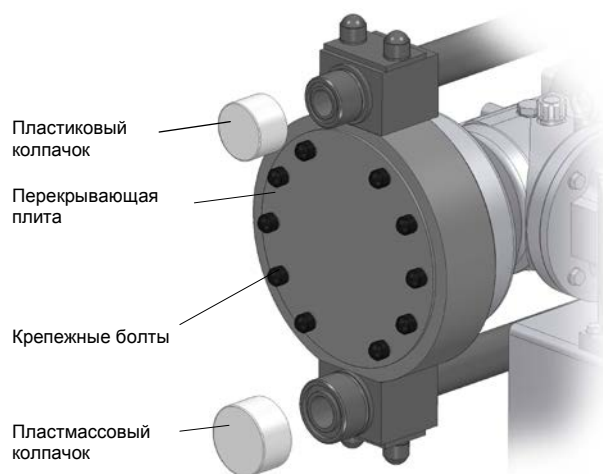

Рис. 16 Мембранный насос с пластиковыми колпачками
- Перед подсоединением линии снять пластмассовые колпачки с всасывающих и нагнетательных патрубков насоса (см. рис. 16).